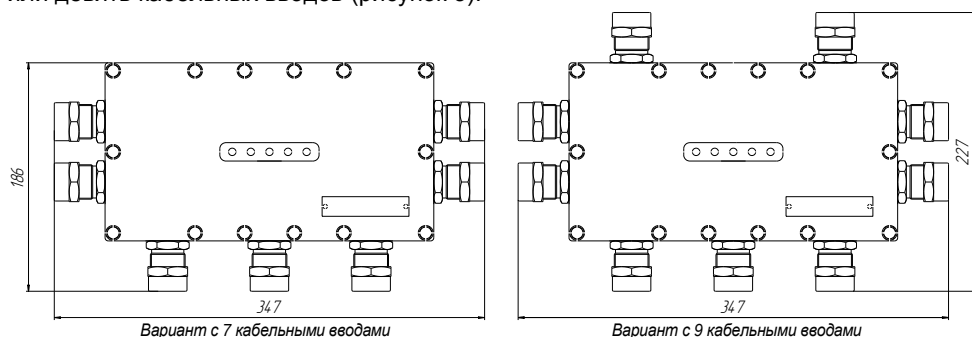

Рисунок 3
2.2.8 Корпус изготавливается с кабельными вводами **D12**. Корпус имеет семь или девять кабельных вводов (рисунок 3).